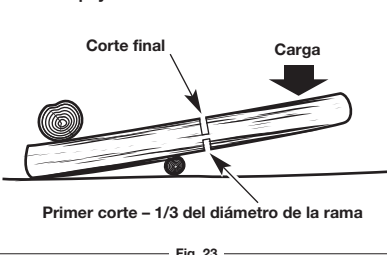

Fig. 23
- Cuando el tronco está apoyado en un extremo (Fig.23): corte primero desde abajo (trozar abajo) hasta 1/3 del diámetro del tronco para evitar que se astille. Después, corte desde arriba (trozar arriba) para que los dos cortes se encuentren y evitar el pellizco.